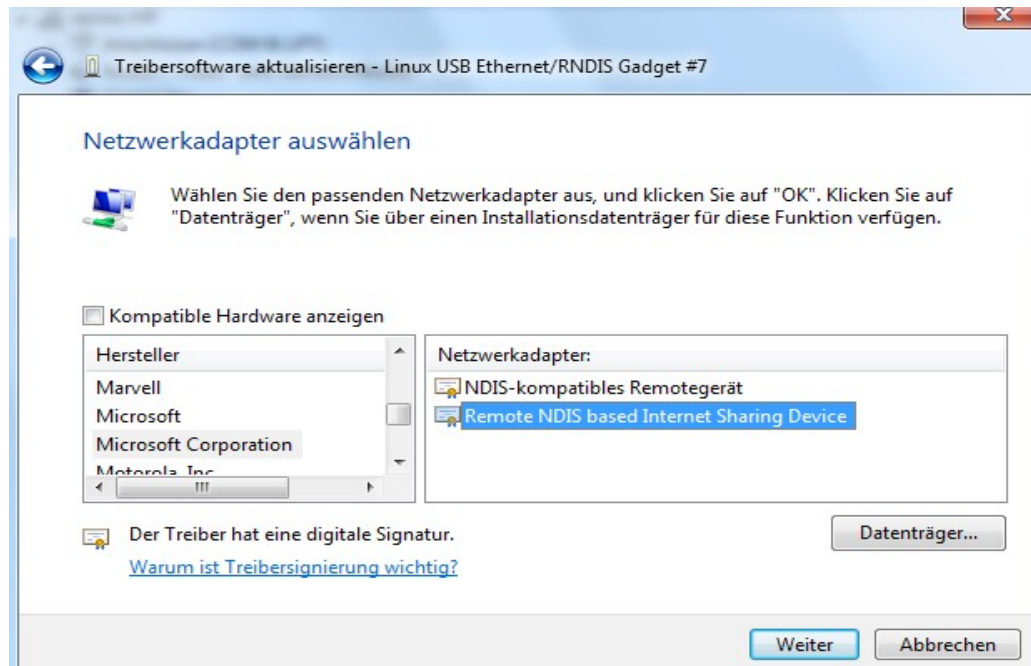

Abbildung 10: Microsoft Corporation Remote NDIS
7. Im Folgenden Auswahlfenster wählen Sie "Microsoft Corporation" und im rechten Fenster "Remote NDIS based Internet Sharing Device".(siehe Abbildung 10)